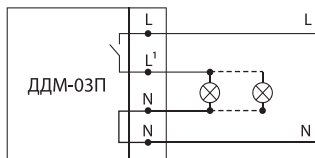

Рисунок 8. Схема подключения датчика ДДМ-03П
- подключить проводники к клеммным зажимам датчика, пользуясь схемой подключения на корпусе датчика или в настоящем Руководстве (рисунок 8);